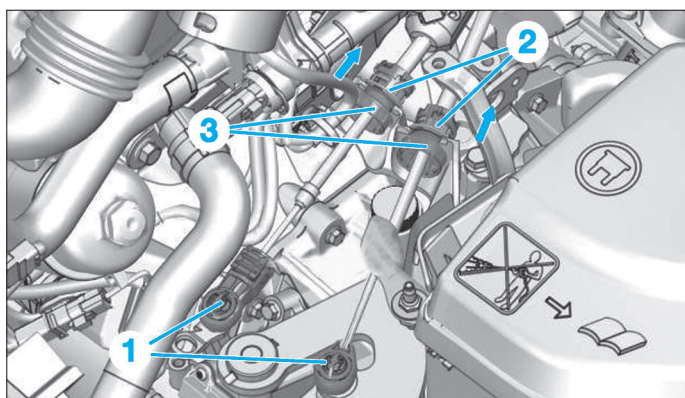

Fig. 11
- Pincer les languettes des 2 rotules (1) à l'aide d'une pince à becs (Fig.11).
- Désaccoupler les 2 rotules (1).
- Tournant dans le sens horaire puis pousser les clés de verrouillage (2) suivant les flèches.
- Dégager les arrêts de gaine (3) de leurs supports en tirant vers le haut.